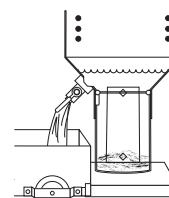

ABBILDUNG 14
4. **! GEFAHR:** Heißes Frittieröl darf ausschließlich in Metallbehälter abgelassen werden. Positionieren Sie einen geeigneten Behälter oder Ölwagen unterhalb des Ablassventils und öffnen Sie das Ventil, indem Sie den Hebel nach unten bewegen. Lassen Sie das Frittieröl abkühlen, bevor Sie es der Entsorgung zuführen. (siehe Abbildung 14).